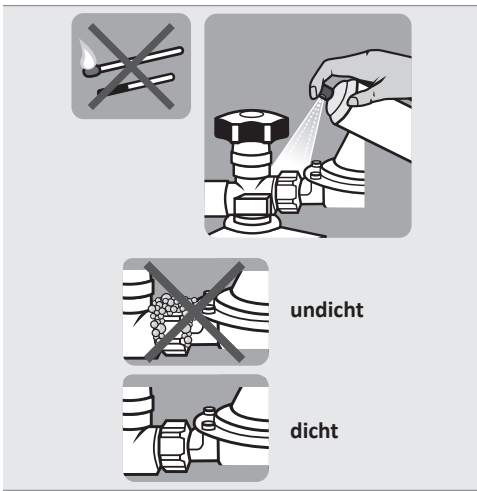

Abb.2: Dichtheitsprüfung
2. Besprühen Sie sämtliche Verbindungen vom Gashahn der Gasflasche bis zum Gasventil am Gerät mit dem Leckspray. Alternativ: Tragen Sie den Schaum mit einem Schwamm oder Pinsel auf. Achten Sie darauf, dass sämtliche Verbindungen vom Gashahn bis zum Gasventil am Gerät mit Schaum bedeckt sind. Dort wo sich Blasen bilden liegt eine Undichtheit vor (siehe Abb. 2).